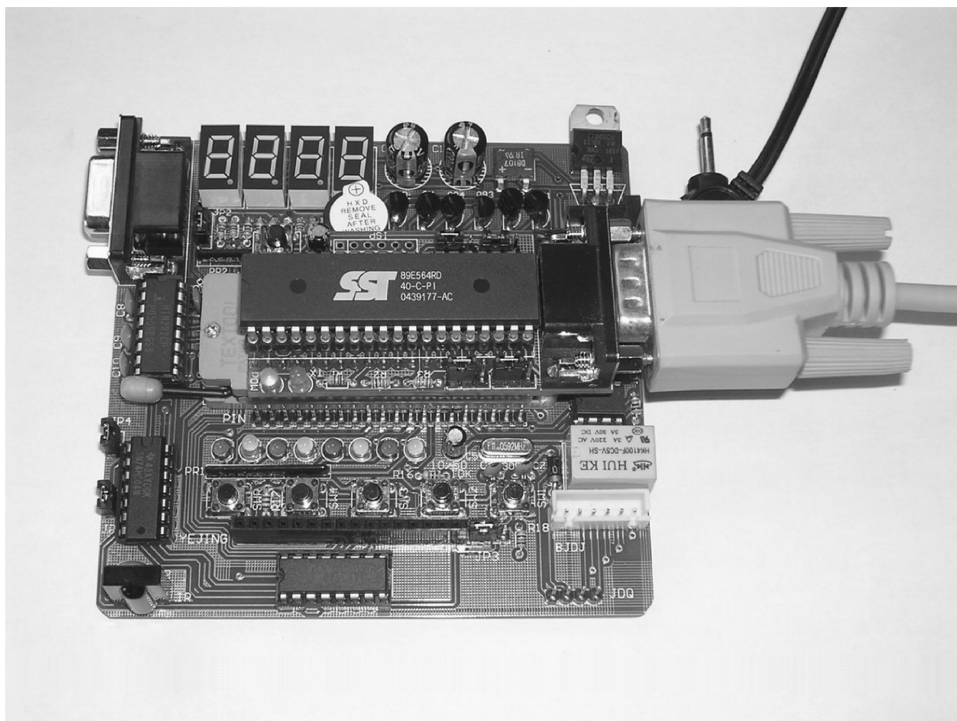

图 1-1 数码管显示实例
1) 应用实例之一: 如图 1-1 所示, 电路板左上角显示“8.8.8.8”数字字样, 其显示部件叫“七段数码管”, 它在家电及工业控制中有着很广泛的应用, 例如用来显示温度、数量、重量、日期、时间等, 具有显示醒目、直观的优点。如果你弄明白了数码管显示的基本原理知识, 做一些电子钟、计数器之类的应用系统将不成问题。
入单片机芯片内。现在，有了内部含有闪存的单片机之后，才使反复烧写试验成为可能，但是也还是无法实现像仿真器那样的实时调试，学习效率自然要低很多了。图 1-1 中，插在实验板上的那个设备就是仿真器。